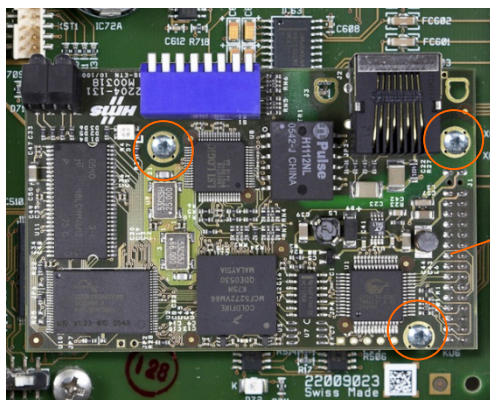

Figure 3-60 : Module d'interface d'automate programmable installé sur la carte principale
Pour enlever un module d'interface d'automate programmable de la carte principale, desserrez et enlevez les trois vis (voir la Figure 3-60) le fixant et soulevez avec précaution le module de son connecteur.
3. Installez les trois vis illustrées sur la Figure 3-60.